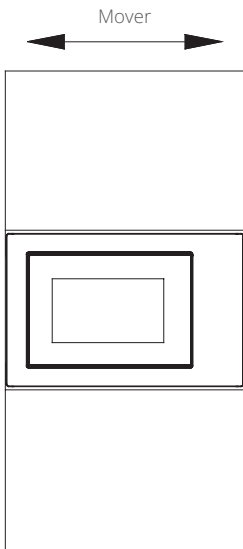

Fig. 3
c) Introduzca el producto en el mueble de cocina según la dirección de la flecha de la figura, y manténgalo centrado. (Fig. 3)